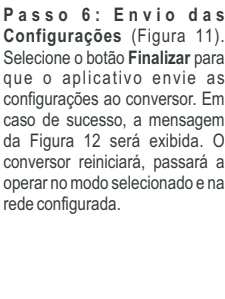

Figura 12
**Passo 6: Envio das Configurações** (Figura 11). Selecione o botão **Finalizar** para que o aplicativo envie as configurações ao conversor. Em caso de sucesso, a mensagem da Figura 12 será exibida. O conversor reiniciará, passará a operar no modo selecionado e na rede configurada.